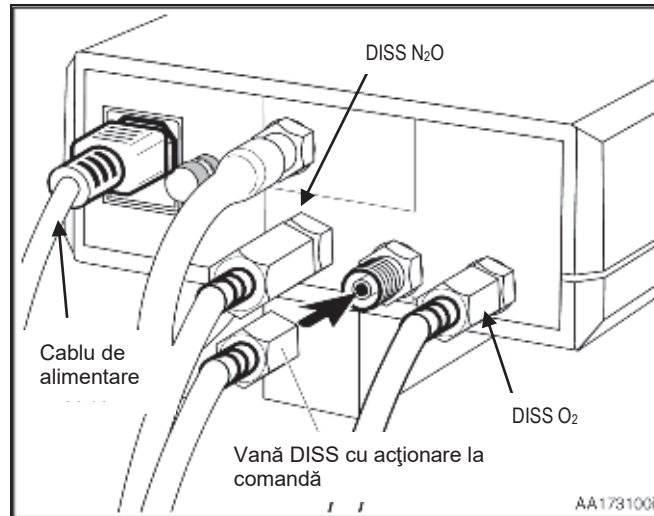

Figura 3. Conexiune pe partea din spate a unității.
Introduceți cablul de alimentare în mufa de intrare de pe spatele unității (vezi Figura 3).
1. Racordați fittingul hexagonal mamă DISS al furtunului de protoxid de azot la fittingul tată DISS de ADMISIE N₂O de pe spatele capului mixerului (vezi Figura 3). Strângeți manual și finalizați strângerea cu o cheie simplă de 7/8” (aproximativ 1/8 tură). *Nu strângeți prea tare.*
2. Racordați fittingul hexagonal mamă DISS al furtunului de oxigen la fittingul tată DISS de ADMISIE O₂ de pe spatele capului mixerului (vezi Figura 3). Strângeți manual și finalizați strângerea cu o cheie simplă de 11/16” (aproximativ 1/8 tură). *Nu strângeți prea tare.*
Matrx oferă un dispozitiv opțional de reanimare cu vană, pentru reanimarea de urgență cu oxigen (PN.91505085) și se racordează direct la ieșirea de O₂ (Figura 3) de pe spatele unității.